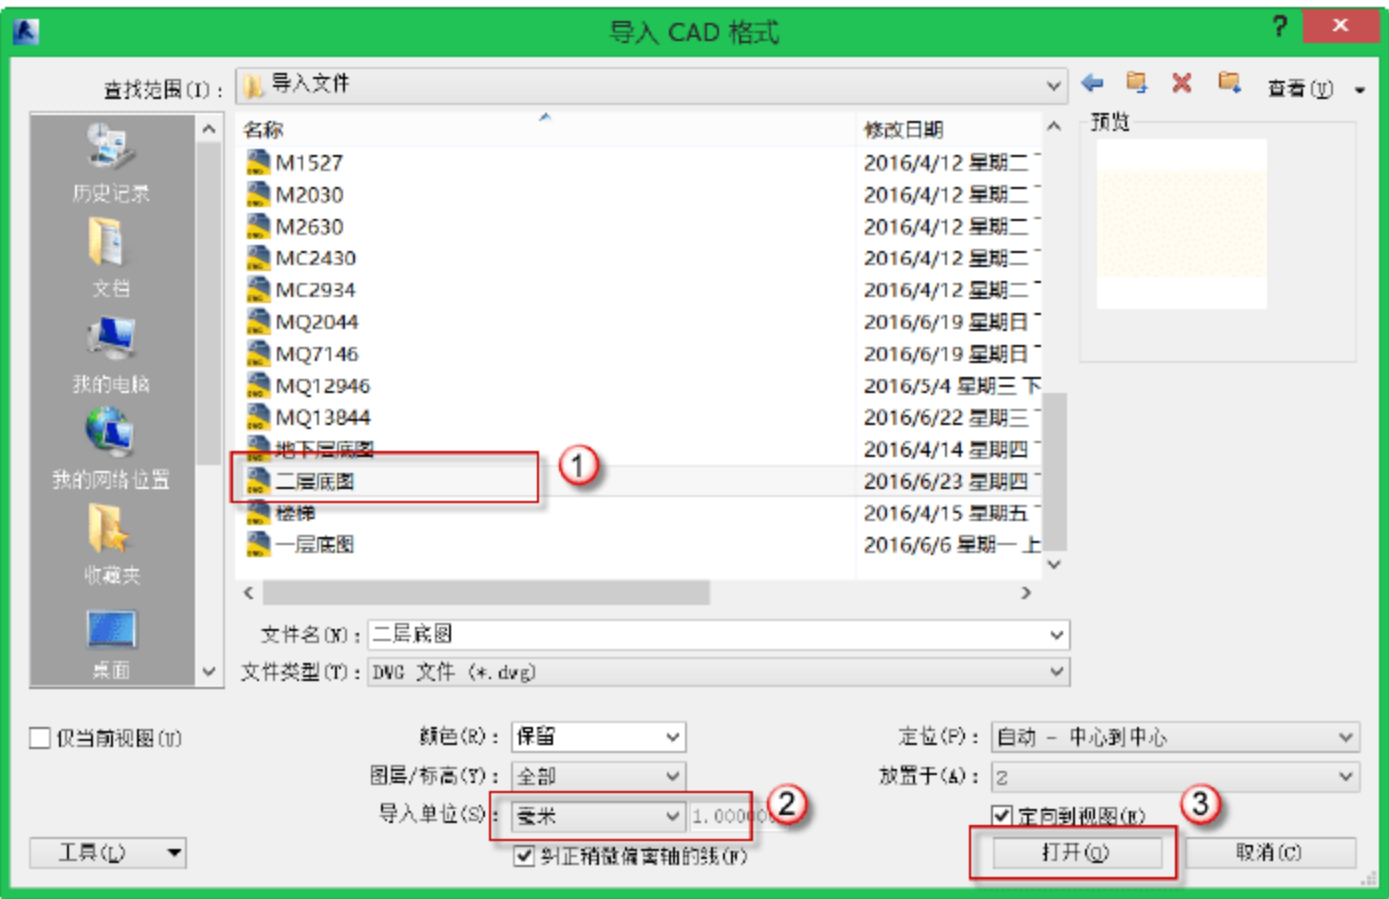
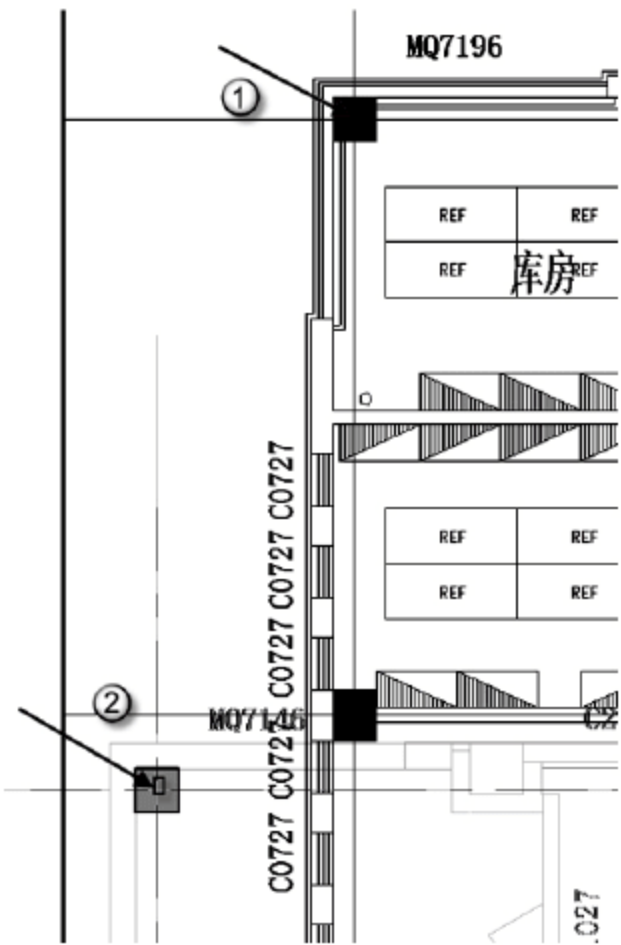
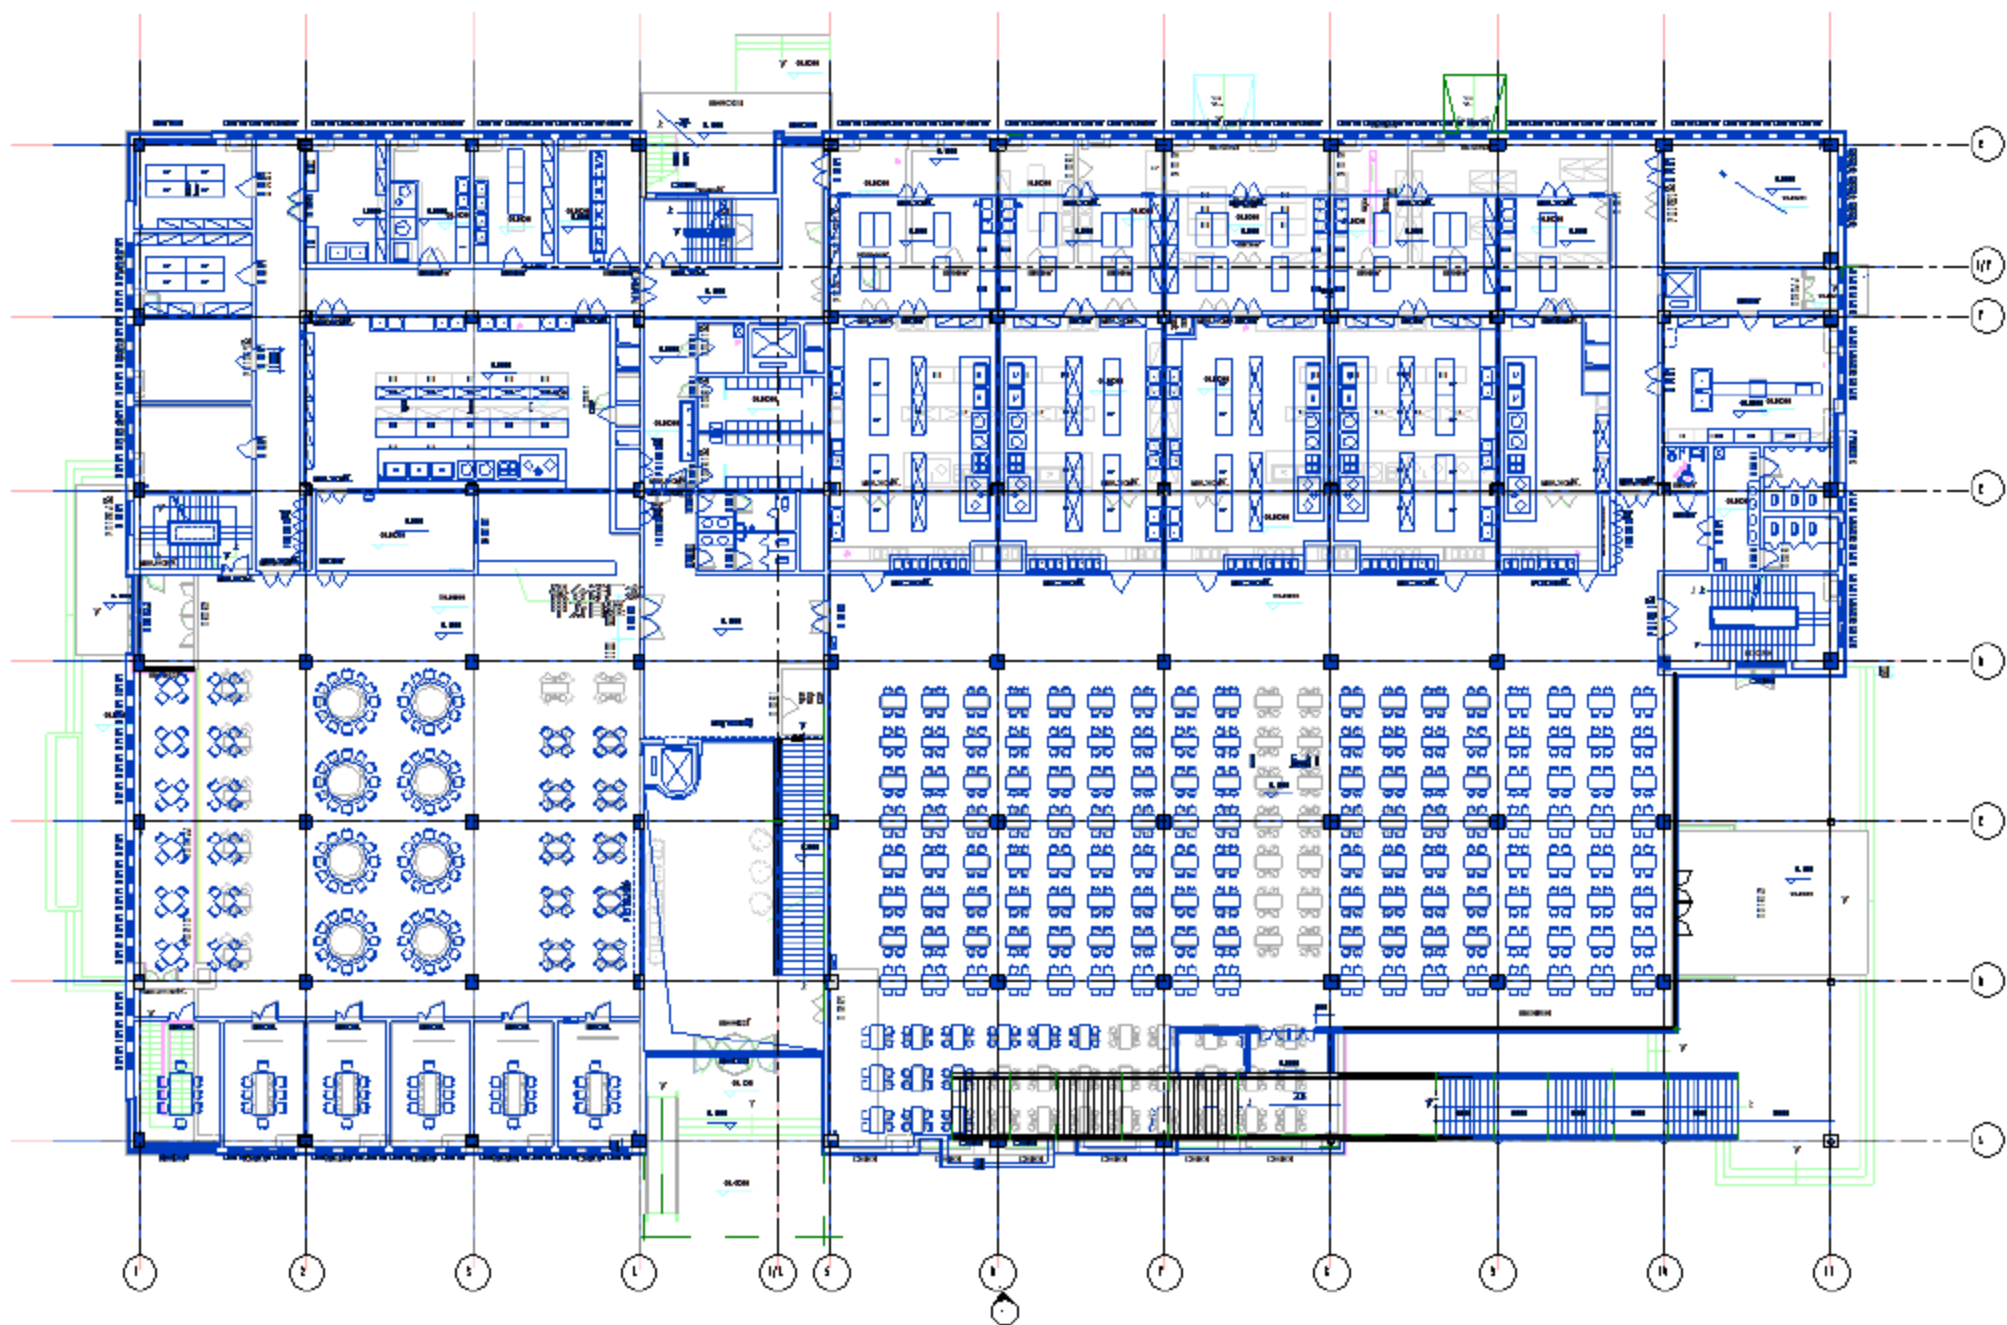

图 11.1.1 打开项目文件
图 11.1.2 调整 CAD 文件位置
图 11.1.3 调整后的 CAD 文件位置
(1) 插入二层 CAD 底图。将楼层平面切换到 2 层，选择“插入”→“导入 CAD”选项，在弹出的对话框中找到文件相应的位置，导入“二层底图” DWG 文件，“导入单位”为“毫米”，如图 11.1.1 所示。按快捷键 M+V，调整 CAD 图位置，使“1”点和“2”点重合，如图 11.1.2 所示，使其与轴网对齐，如图 11.1.3 所示。